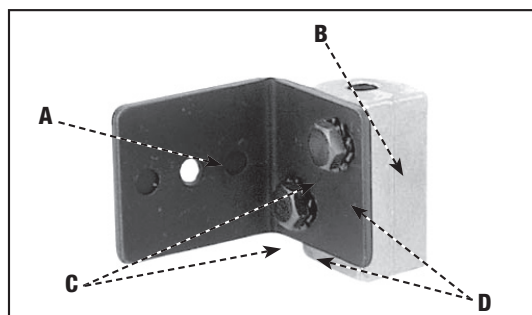

Fig. 9
2. Ajuste a braçadeira de suporte do separador (A) Fig. 9 ao suporte do separador (B) usando dois parafusos de cabeça sextavadas 1/4-20x1/2" (C) e duas arruelas de pressão de dentes externos de 1/4" (D).